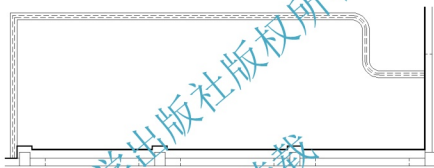

图 4.111 更改虚线的线型比例
(6) 在无命令状态下选择图 4.109 中的两条虚线(即灯带), 单击【标准】工具栏上的“特性”图标 , 打开【特性】面板, 将【线型比例】由“1”改为“0.5”, 然后关闭对话框, 如图 4.111 所示。
(7) 选择菜单栏中的【修改】|【对象】|【多段线】命令, 或在命令行输入“Pe”并按 Enter 键, 启动多段线编辑命令。
① 在选择多段线或 [多条(M)]: 提示下, 输入“M”后按 Enter 键, 表示一次要编辑多条多段线。
② 在选择对象: 提示下, 选择图 4.111 中的两条虚线后按 Enter 键。
③ 在输入选项 [闭合(C)/合并(J)/宽度(W)/编辑顶点(E)/拟合(F)/样条曲线(S)/非曲线化(D)/线型生成(L)/放弃(U)]: 提示下, 输入“L”后按 Enter 键, 表示要执行【线型生成】子命令。
④ 在输入多段线线型生成选项 [开(ON)/关(OFF)]: 提示下, 输入“ON”后按 Enter 键, 表示要打开线型生成。